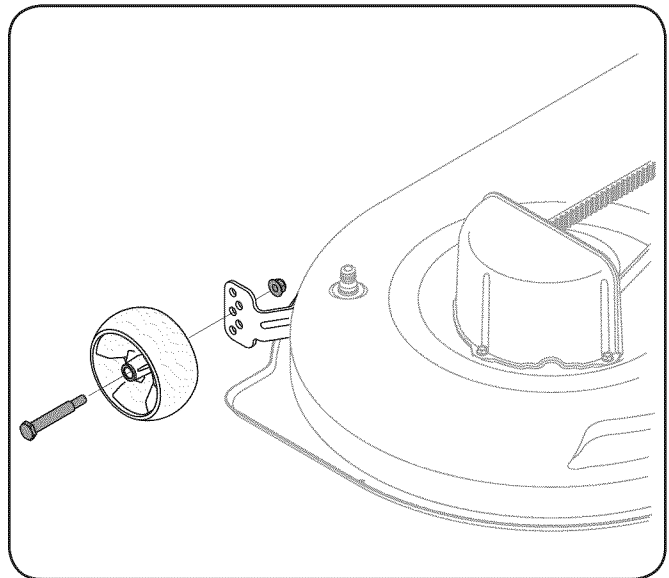

Figure 3-4
- b. Retire las ruedas de calibración delanteras y traseras retirando las tuercas de sujeción y los tornillos con reborde que las ajustan a la plataforma. Vea la Fig. 3-4.